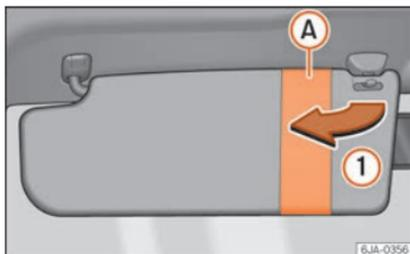
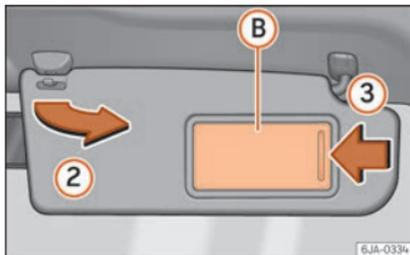

Fig. 138 Parasol del conductor.
Fig. 139 Parasol del acompañante.
Los parasoles del conductor y del acompañante pueden extraerse de sus soportes centrales y girarse hacia las puertas en el sentido de la flecha ① » fig. 138 y ② » fig. 139 respetivamente.
El parasol del acompañante viene provisto de espejo de cortesía B con tapa. La tapa se abre deslizando en el sentido de la flecha ③ » fig. 139.